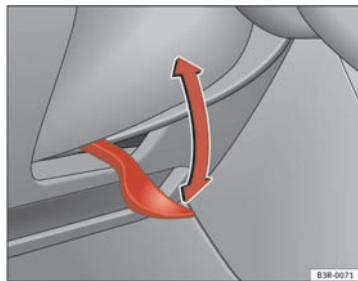

Fig. 145 Levier sous la colonne de direction
- Basculez le levier ⇒ fig. 145 vers le bas ⇒ ⚠.